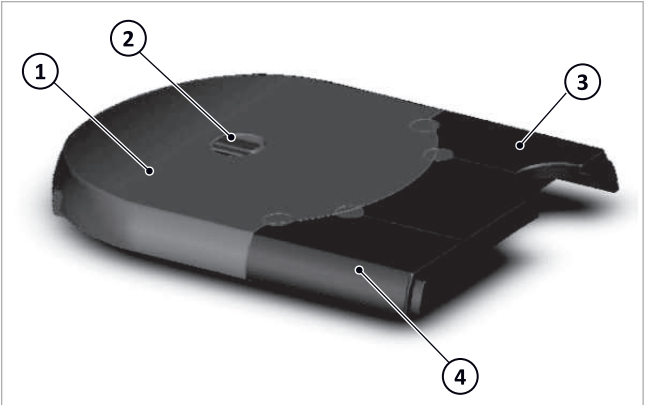
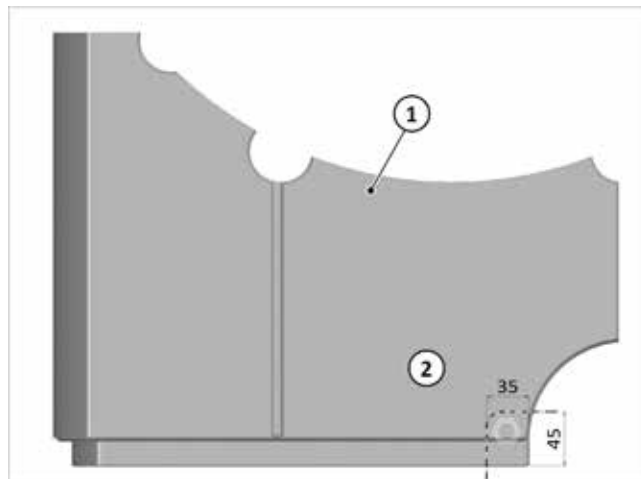

Fig. 123: Aislamiento superior de SolvisBen
Fig. 127: En caso necesario, corte y separe el paso de la tubería de gas
1. Retire hacia arriba el aislamiento superior de la estación de agua caliente sanitaria fig. 123 (4) y de la estación de circuito de calefacción fig. 123 (3).
2. Agarre el aislamiento del recipiente fig. 123 (1) y con una cuchilla afilada separe con cuidado los cuatro
4. Coloque el aislamiento del recipiente superior → fig. 123 (1) en el recipiente.
- en los laterales izquierdo y derecho (1)
- en la parte central posterior (2)
- en la parte central anterior (3)
6. Coloque el aislamiento superior de la estación de circuito de calefacción → fig. 123 (3).
7. Al instalar el conducto de gas hacia arriba, corte y separe el aislamiento superior de la estación de agua caliente sanitaria (1, véase también → fig. 123 [4]) antes de colocarlo según → fig. 127 (o la plantilla adjunta).
1. Coloque todo el aislamiento superior montado → fig. 123 (1+2+3+4) en el recipiente.